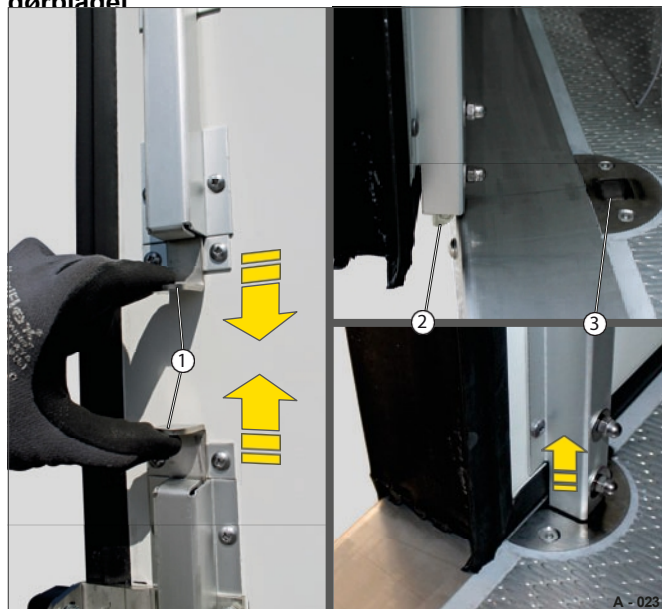

Fig. 23 Oplåsning af dørbladslåsen
► Tryk de øverste og nederste stænger (fig. 23/1) sammen.
Låsene (Fig. 23/2) øverst og nederst rager ud af låselommerne (Fig. 23/3).
- Tryk den øverste og nederste stang sammen, og luk dørbladet på samme tid - se side 57 (fig. 23).